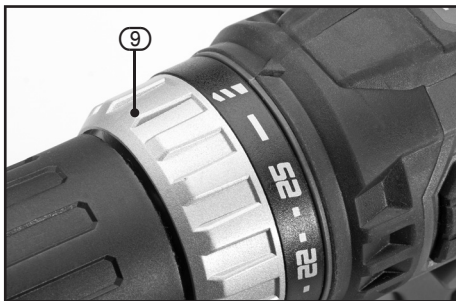

FIG.7
9.4 TORQUE SELECTION CONTROL – FIG.7